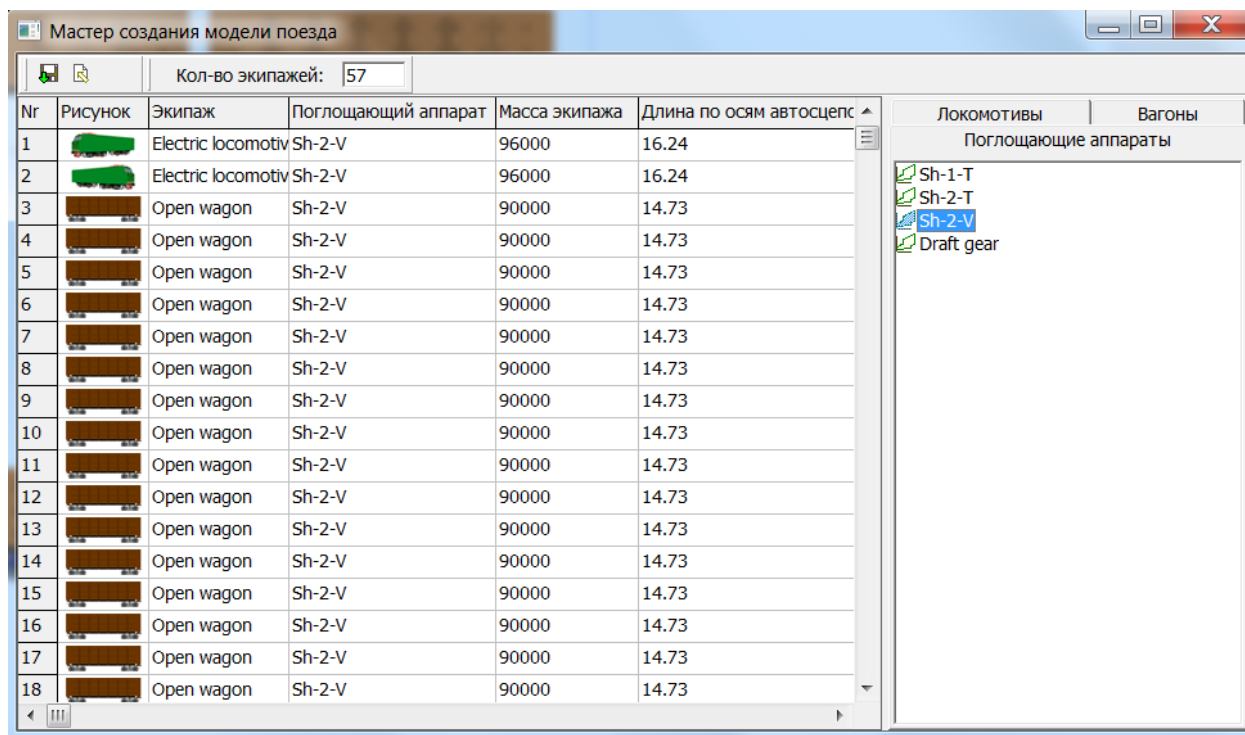

Рис. 1.53. Модель поезда с 57-ю упрощенными вагонами
3. Создайте модель, включающую десять упрощенных экипажей, рис. 1.53.